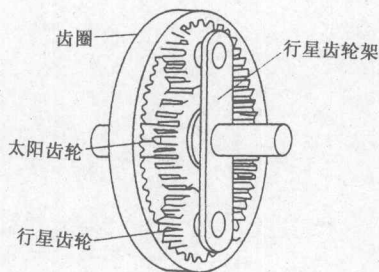

图 1.3 行星齿轮机构
(2) 行星齿轮装置是由 2~3 排行星齿轮组成,每排都包括太阳轮、齿圈、行星齿轮架三个元件,如图 1.3 所示。其作用是:再使转矩增大 2~4 倍,提高汽车的适应能力;它是同向、同轴减速增扭,结构紧凑;常啮传动、无冲击、啮合面大,加速性好。